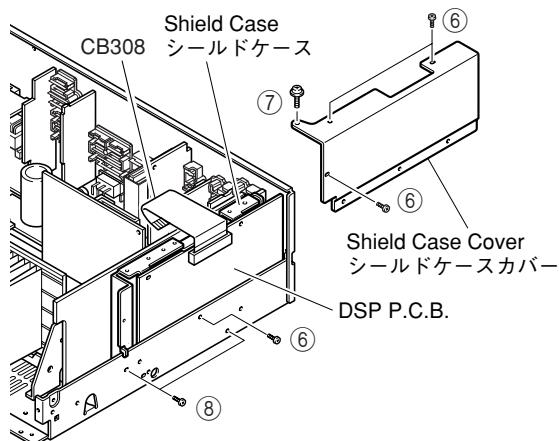

Fig. 2
- Remove 4 screws (⑥) and 1 screw (⑦), and then remove the Shield Case Cover. (Fig. 2)
- Remove 2 screws (⑧). (Fig. 2)
- Remove CB308. (Fig. 2)
- Remove the Shield Case and the DSP P.C.B.. (Fig. 2)
- ⑥のネジ4本、⑦のネジ1本を外し、シールドケースカバーを取り外します。(Fig. 2)
- ⑧のネジ2本を外します。(Fig. 2)
- CB308を外します。(Fig. 2)
- シールドケースとDSP P.C.B.を取り外します。(Fig. 2)